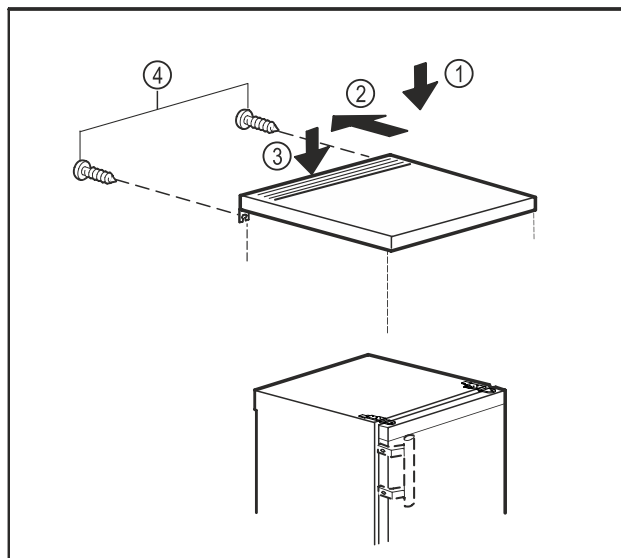

Fig. 10
- ▶ Položte dosku stola na zariadenie. Fig. 10 (1)
- ▶ Posuňte dosku stola nadol. Fig. 10 (2)
- ▶ Zatlačte dosku stola dozadu. Fig. 10 (3)
- ▶ Zaskrutkujte skrutky na zadnej strane. Fig. 10 (4)